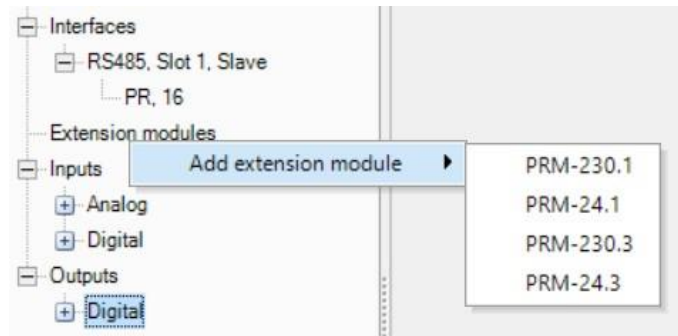

Fig. 4.1
- agregue el módulo PRM usando el menú contextual (Fig. 4.1)